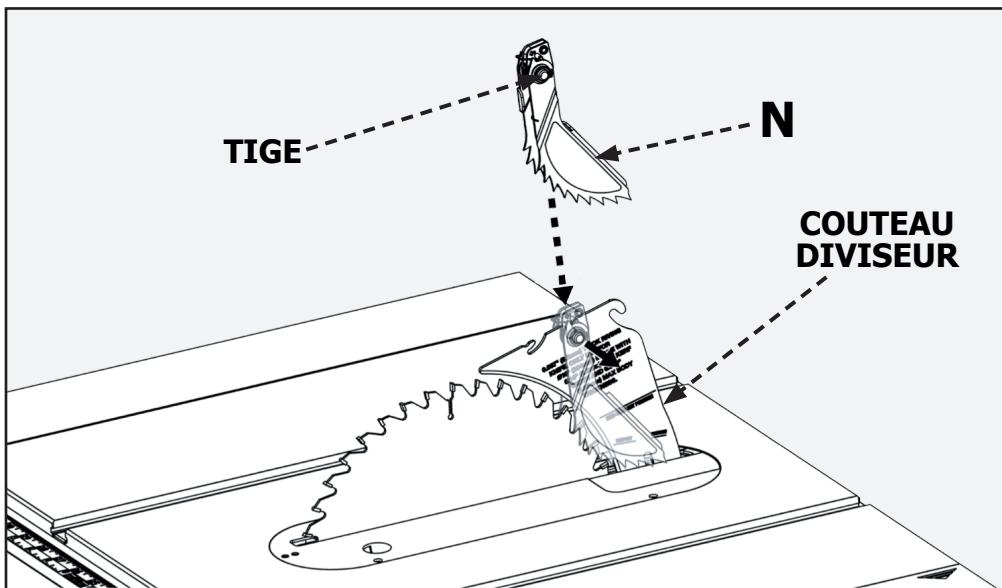

FIGURE 19
- Reportez-vous à la Figure 19 et localisez la fente de montage des doigts anti-retour (A) au milieu du bord supérieur du couteau diviseur.
- Faites coulisser la fente au milieu de l'ensemble de doigts anti-retour le long de la partie supérieure du couteau diviseur jusqu'à ce que la tige (B) localise la fente centrale sur le couteau diviseur.
- Enfoncez la tige sur l'ensemble de doigts anti-retour (B) pour permettre à l'ensemble de tomber dans la fente. Appuyez sur l'ensemble de doigts anti-retour jusqu'à ce qu'il s'enclenche et se verrouille. Relâchez la tige. **REMARQUE** : Tirez sur les doigts anti-retour pour vous assurer qu'ils sont bien verrouillés en place.